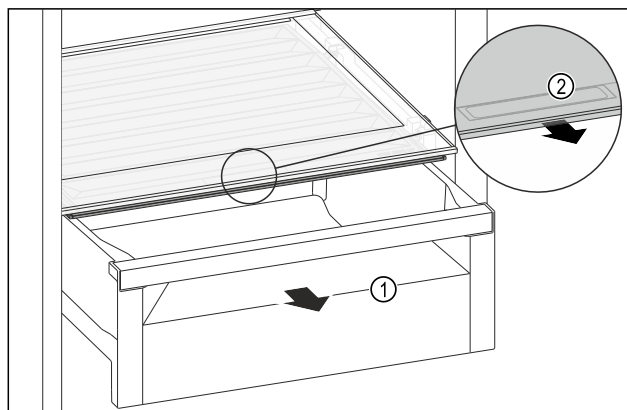

Fig. 139
- Schuifvak Fig. 139 (1) uittrekken.
- Greeplijst Fig. 139 (2) op het vakdeksel vastpakken en het vakdeksel gelijktijdig naar voren trekken.